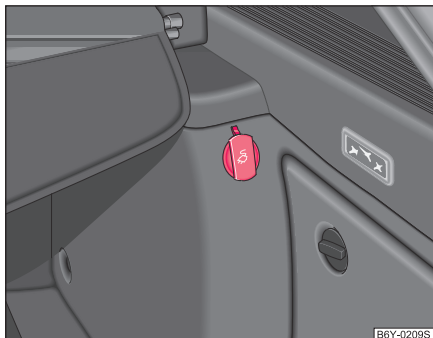

Fig. 68 Portbagajul:
- Ridicați capacul prizei ⇒ Fig. 68.